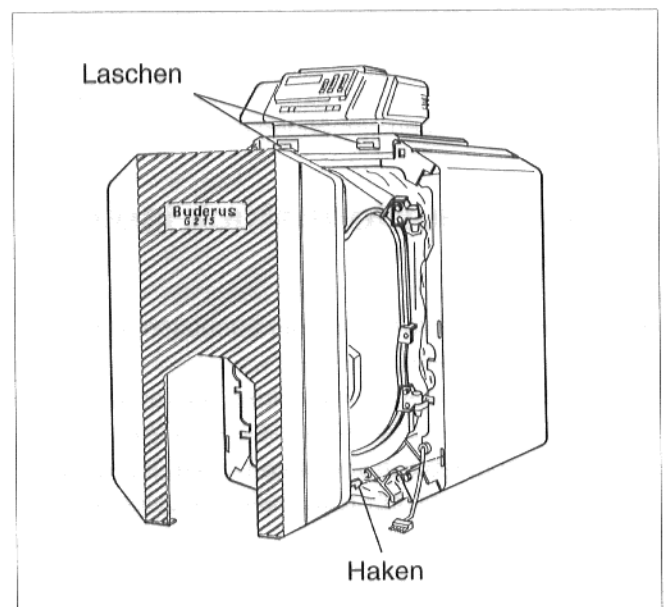

Abb. 33
- Brenntürverkleidung mit den abgekanteten Haken unten in die Seitenwände einhängen, dann oben beiklappen und in die Laschen an der vorderen Kesselhaube einhängen (Abb. 33).